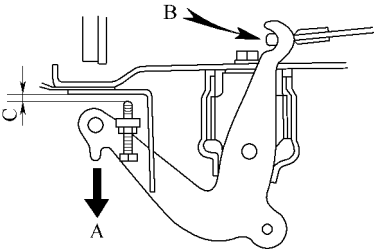

图 15-116 轻轻地沿 A 方向拉摇臂，直至在 B 部分无间隙为止
1) 如图 15-116 所示，轻轻地沿 A 方向拉摇臂，直至在 B 部分无间隙为止。在此状态下，旋动调整螺栓以使 C 达到 $0.4 \sim 0.8\text{mm}$ ，并用锁紧螺母锁紧调整螺栓。